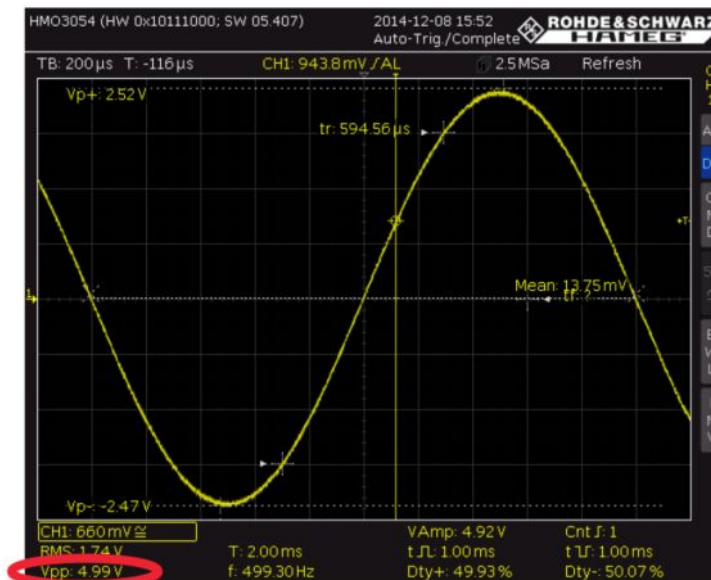

Рис. 2-39 – Отображение всех характерных значений сигнала
- Нажмите клавишу *QUICK View*. На экране будут отображены все характерные параметры входного сигнала u_{in} (рис. 2-39), $U_{in} = V_{размах} = 4,99$ В. (Примечание – Можно также использовать клавишу *CH2* для переключения на выходное напряжение U_{out} .)